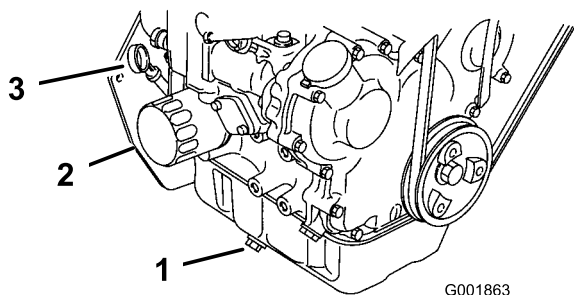

Figura 46
5. Coloque un recipiente debajo del orificio de drenaje de aceite. Retire el tapón de vaciado y deje que el aceite se drene completamente (Figura 46).